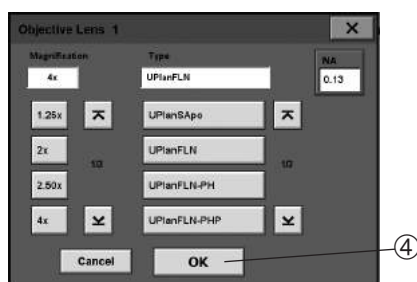

Рис. 10
3. Зарегистрируйте объектив, установленный в данный момент на BX63, для каждой позиции револьверной головки. Коснитесь одного из используемых номеров позиций головки ③, чтобы открыть экран [Objective Lens] (линза объектива) для данной позиции (рис. 10).
4. Выберите увеличение и тип объектива и коснитесь кнопки **OK** (готов) ④, чтобы их зарегистрировать.